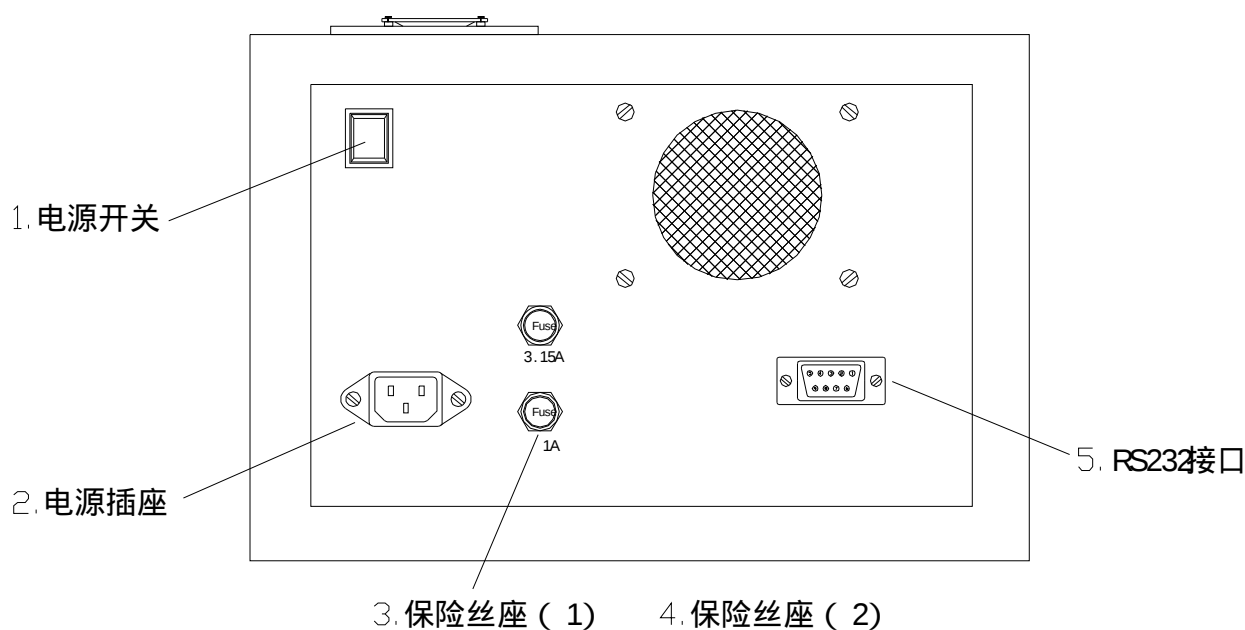

图 6
4. 仪器后视图见图 6
1. 开启电源开关 (见图 6), 显示上一次起始温度及升温速率。稳定 20min。此时, 光标将停止在 “ 起始温度 ” 第一位数字, 用户可通过键盘修改起始温度, 并按 “ ← ” 键表示确认, 若起始温度不需修改可直接按 “ ← ” 键, 此时光标跳至 “ 升温速率 ” 第一位数字。